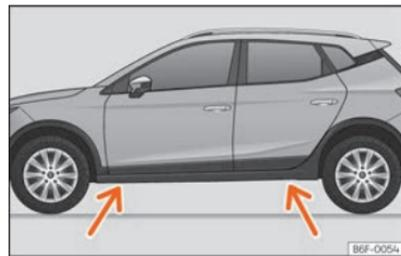

Fig. 198 Puntos de apoyo del gato.
- Busque en el larguero la marca del punto de apoyo del gato (zona hundida) más cercano a la rueda a cambiar >>> fig. 198.